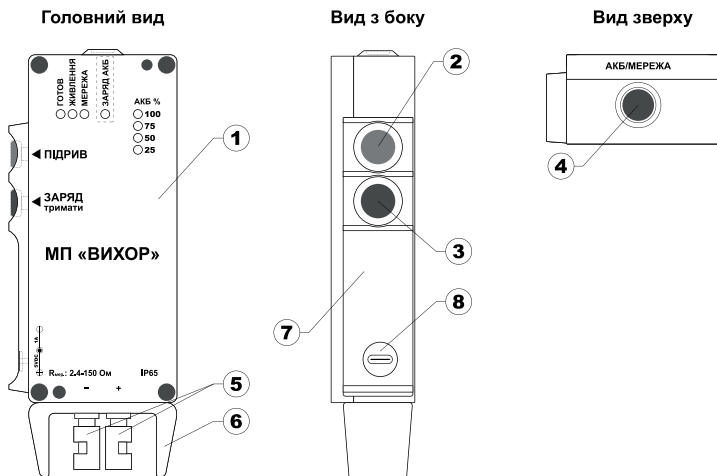

Рисунок 2: Складові частини приладу:
2.2 На нижній стороні приладу розташовані клеми для підключення електричного ланцюга вибухової мережі. Клеми захищені бампером. На передній стороні корпусу розташовані світлодіодні індикатори. На лівій бічній стороні знаходяться кнопки керування приладом – «ЗАРЯД ТРИМАТИ» та «ПІДРИВ». Для зручного та надійного утримання приладу у руці оператора застосовано бокову накладку. Бокова накладка розділяє кнопки «ЗАРЯД ТРИМАТИ» та «ПІДРИВ». Також зліва розташований зарядний роз'єм. На верхній стороні розташована кнопка перевірки рівня заряду АКБ та цілісності вибухової мережі «АКБ/МЕРЕЖА». Складові частини приладу зображені на Рис. 2.